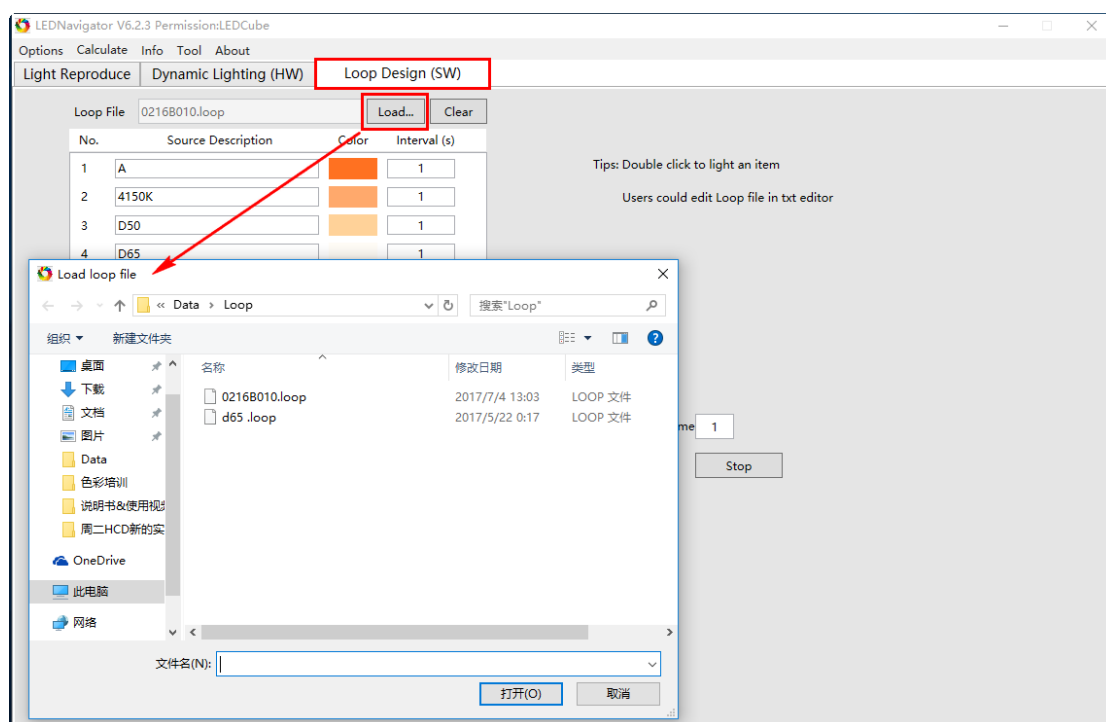

图 4.25 载入历史 Loop File 文件
4.7 节中提到的 *Save to SW...* 保存的光源，将会显示在该界面，双击某一个光源即可点亮该光源，请务必点击 *Save* 或 *Save As...* 按钮保存当前工作光源至 Loop file 中，否则所有光源将随着软件的关闭而删除。点击 *Load...* 按钮可打开历史 Loop file，见图 4.25。点击 *Clear* 可清空当前载入的 Loop file。